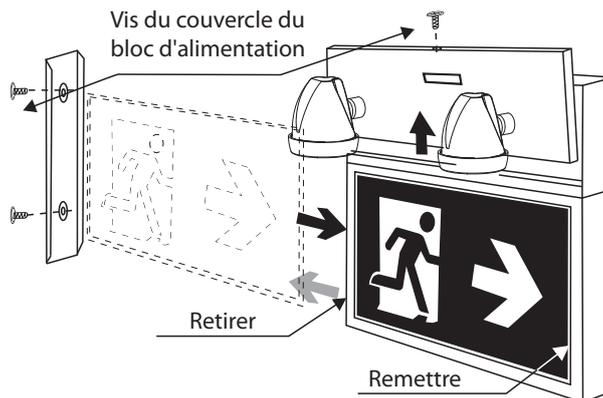

Fig.2
- 5.1.4. Pour une installation directement sur la boîte de jonction électrique, le panneau est fourni avec des entrées défonçables universelles pour câbles et des fentes en trou de serrure estampées à l'arrière du bloc d'alimentation. Des entrées défonçables pour câbles sont également estampées dans le couvercle arrière du cadre en acier pour le raccordement des conduits de câbles en surface. Percer les trous appropriés et faire passer les câbles à travers les trous et dans le bloc d'alimentation (Fig. 2).
- 5.1.5. Fixer solidement l'appareil. Ne pas se fier uniquement aux connexions électriques ; utiliser les fentes de montage en trou de serrure fournies (Fig. 2).